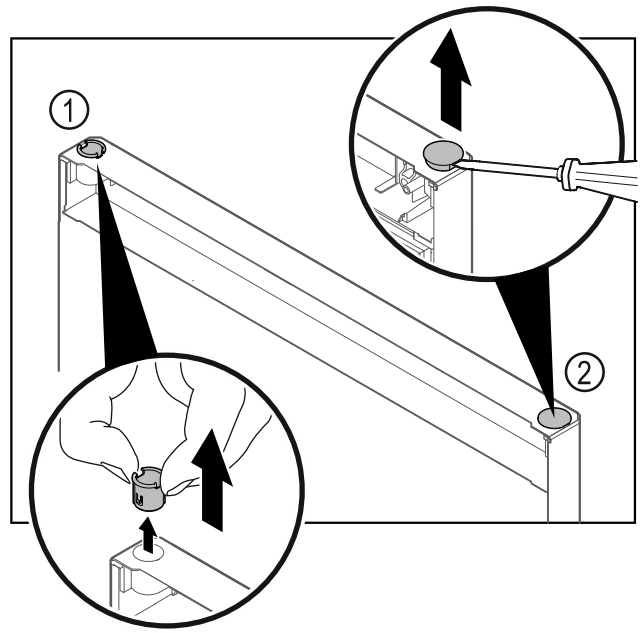

Fig. 35 冷冻区门
- 用手指拔出合页衬套 Fig. 35 (1)。
- 用带槽螺丝刀小心撬起盖塞 Fig. 35 (2)并将其拔出。